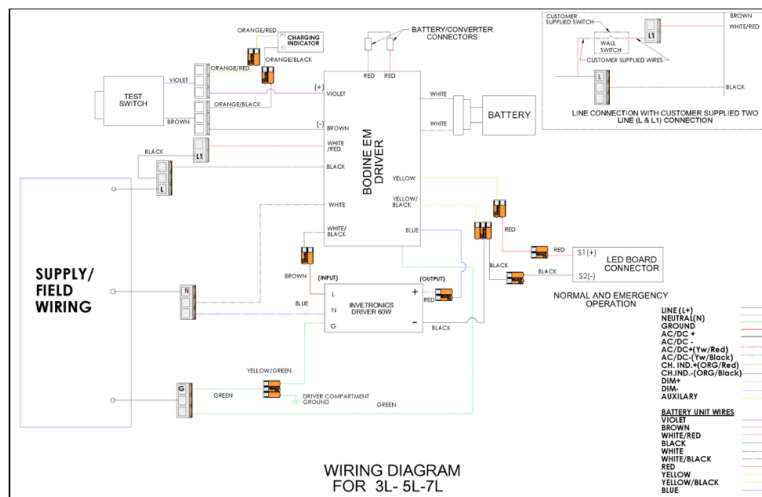

FIGURE 1
- S'assurer que les bouchons de conduit électrique sont bien vissés d'au moins cinq (5) filetages complets dans le conduit du module du couvercle.
- S'assurer que les câbles d'alimentation sont connectés aux fils conducteurs du luminaire conformément aux schémas de câblage. Tous les composants du luminaire sont précâblés, de sorte qu'il ne reste qu'à raccorder que les fils de phase, neutre et mise à la terre du luminaire aux fils conducteurs en suivant les schémas de câblage. Raccorder d'abord le connecteur de mise à la terre de l'équipement, puis le fil neutre et en dernier, la tension de ligne. Se reporter aux figures 1 et 2 pour le schéma de câblage.
- S'assurer que la vis d'obturation imperdable est serrée à 3,4 Nm (3,4 Nm) et que deux (2) bossages du boîtier du circuit de commande sont en contact avec le module du couvercle.